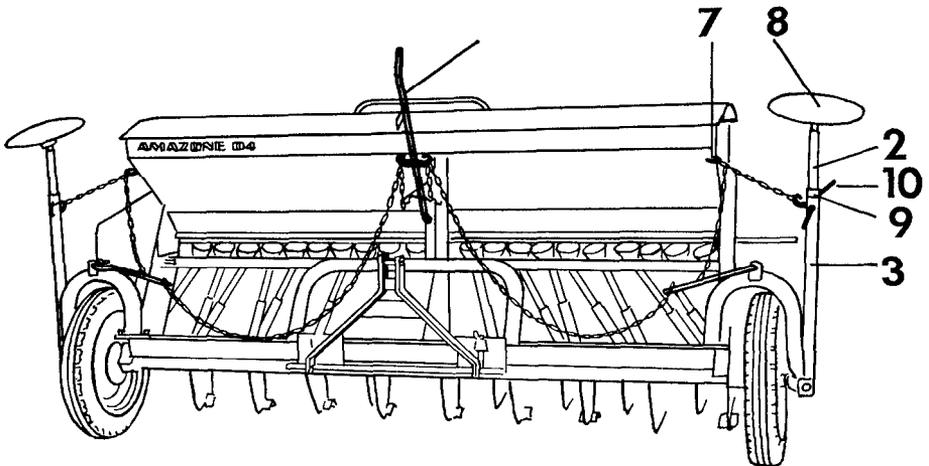

Abb. 3
Die Spurscheibenachse (siehe Abb. 3) ist schräg angeschweißt. Durch Drehen des Verstellrohres (2) in seinem Halterohr (3) kann je nach Bodenart die Spurscheibe so eingestellt werden, daß eine deutliche Spur auf dem Boden angerissen wird.
Achten Sie bitte darauf, daß sich hierbei die Spurscheiben über dem Vorratsbehälter befinden (s. Abb. 3). Gegebenenfalls sind die Verstellrohre (2) ein Stück herauszuziehen. Zum schnellen Einstellen des einmal festgelegten Spurreißermaßes dient der Anschlagring (9), der mit Knebelschraube (10) festzustellen ist.